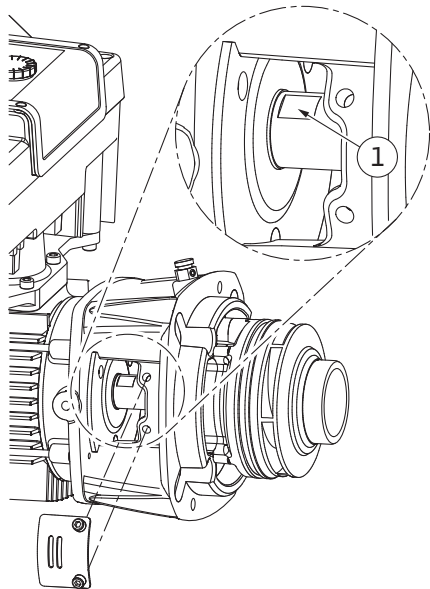

Fig. 101: Поверхности под ключ на валу
14. В окно промежуточного корпуса ввести гаечный ключ (с шириной зева 22 мм) и зафиксировать им вал на соответствующих поверхностях под ключ (Fig. 101, поз. 1). Открутить гайку рабочего колеса (Fig. I, поз. 22). Рабочее колесо (Fig. I, поз. 21) автоматически снимается с вала.
3. В окно промежуточного корпуса ввести гаечный ключ (с шириной зева 22 мм) и зафиксировать им вал на соответствующих поверхностях под ключ (Fig. 101, поз. 1).